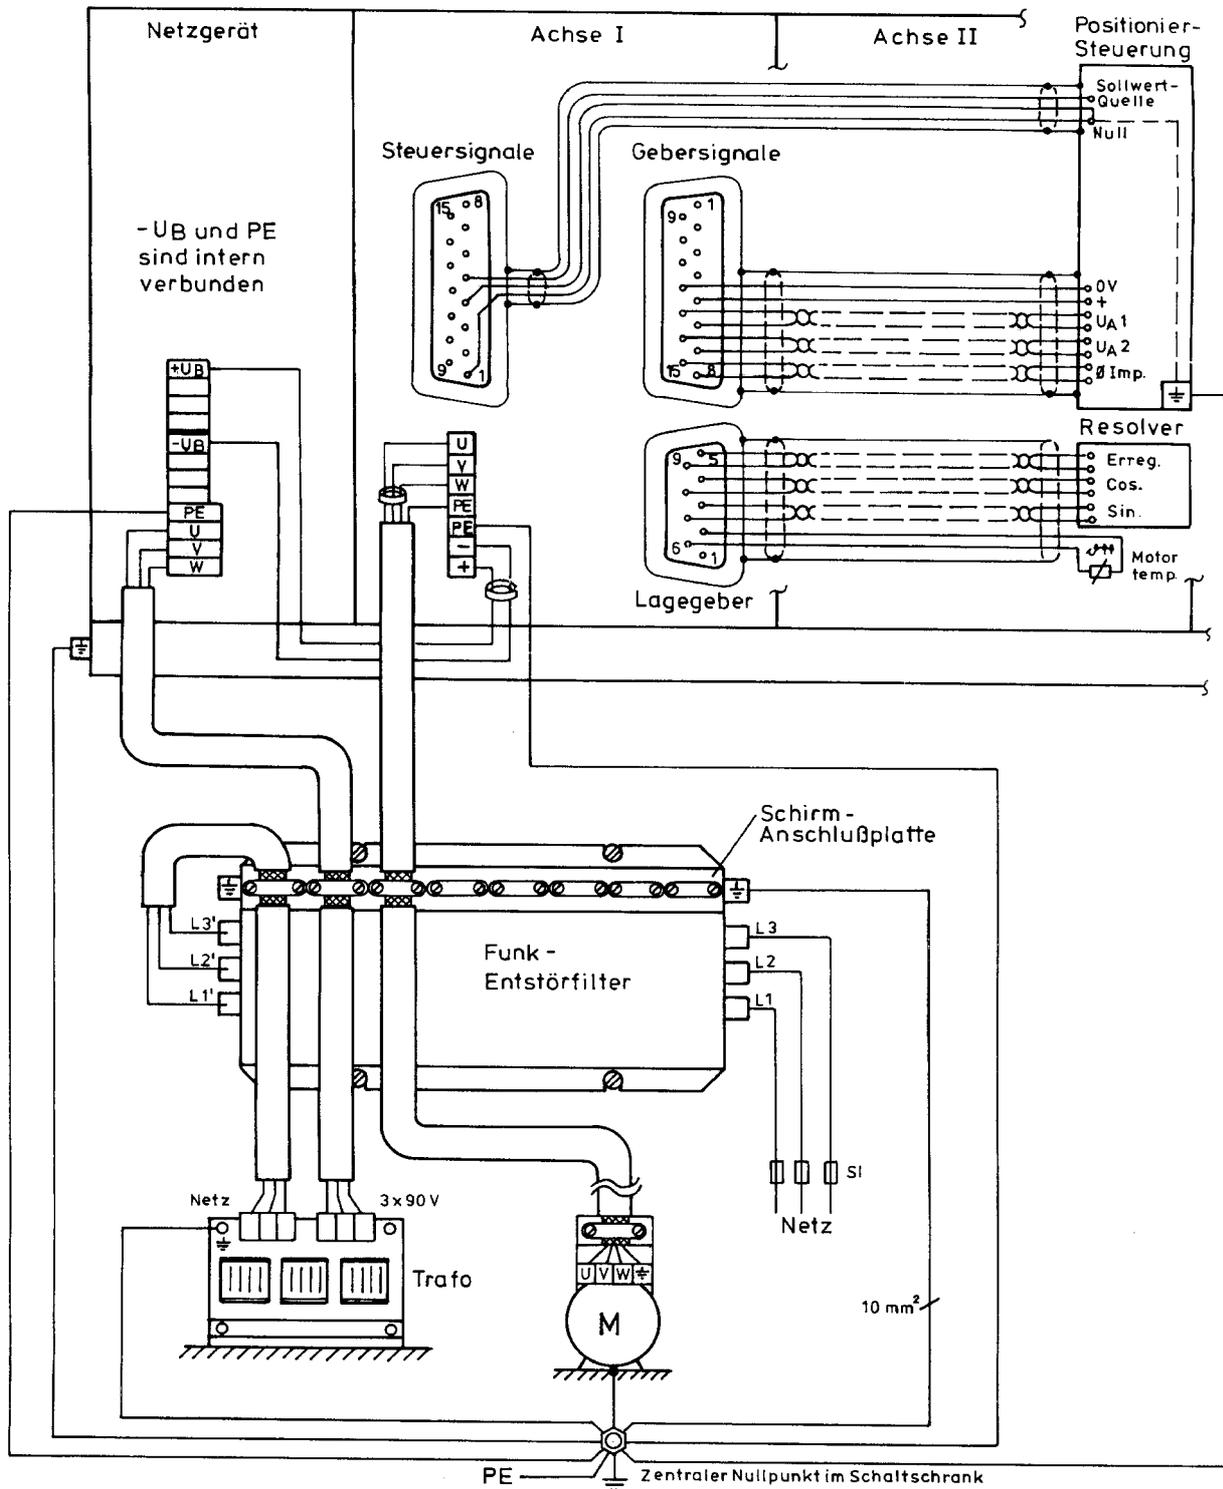

Bild 5: Anschlußvorschrift
Bild 5 zeigt für eine Achse des KSV-Antriebspaketes
Bild 5 zeigt Potential-Ausgleichsleiter. Sie entspringen beim Zentralen Nullpunkt des Schaltschranks. Ihre Aufgaben:
- innerhalb des Kabelkanals wie in Bild 5 dargestellt
- Ziehen Sie die beiden Leiter direkt am Verstärkereingang durch einen Ferritring 042 103 010, (Abschnitt 10.2.6, Seite 69), wie Bild 5 zeigt.
- Schalten Sie, wie es Bild 5 zeigt, unbedingt in die Netz-Zuleitung
Die Anschlüsse sind an den Klemmen der Funk-Entstörfilter entsprechend Bild 5 beschriftet.
Der Motor wird, wie Bild 5 zeigt, über eine 4polige abgeschirmte Leitung angeschlossen.
- Die 3 Motor-Zuleitungen müssen unmittelbar am Verstärker durch einen Ferritring 042 103 010, (Abschnitt 10.2.6, Seite 69) geführt werden, wie es Bild 5 zeigt.